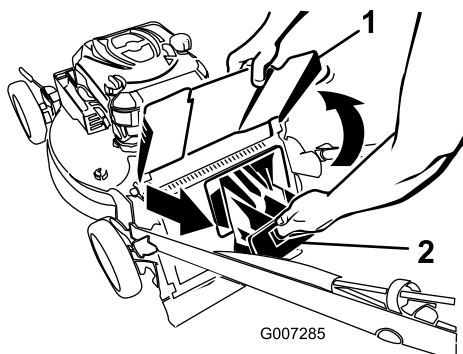

Figura 22
2. Sollevate il deflettore di scarico e tenetelo sollevato (Figura 22).
3. Estraiete il coperchio di scarico posteriore (Figura 22).